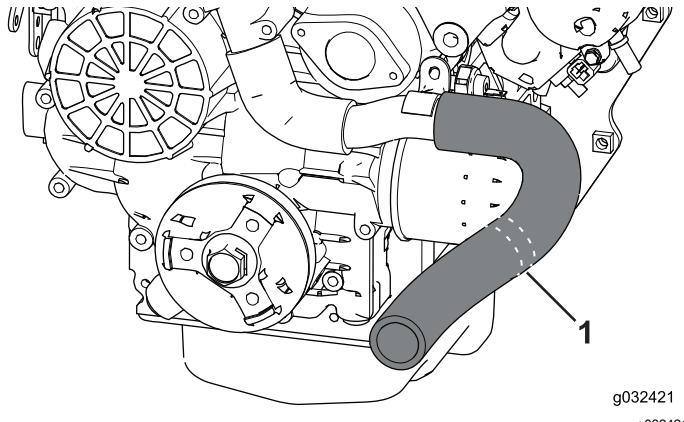

図 12
2. 切断線に沿ってラジエターホースを切断する図 12。
1. ラジエターホースを外す図 12。